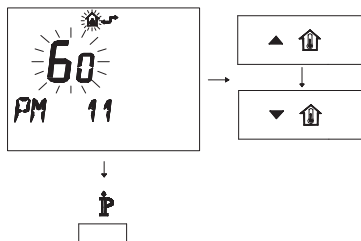

Figura 5.27
- Per modificare il SET programmato agire sui pulsanti o e aspettare che il numero programmato cominci a lampeggiare (Figura 5.27). Ogni passo incrementato o decrementato corrisponde a 1 secondi.